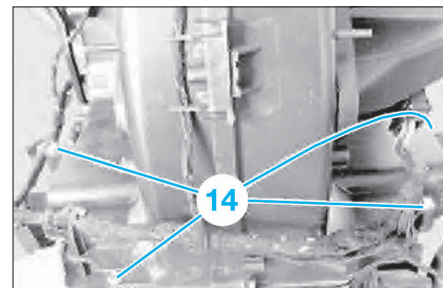

FIG. 25
- Déposer les quatre vis de fixation (14) (Fig.25).